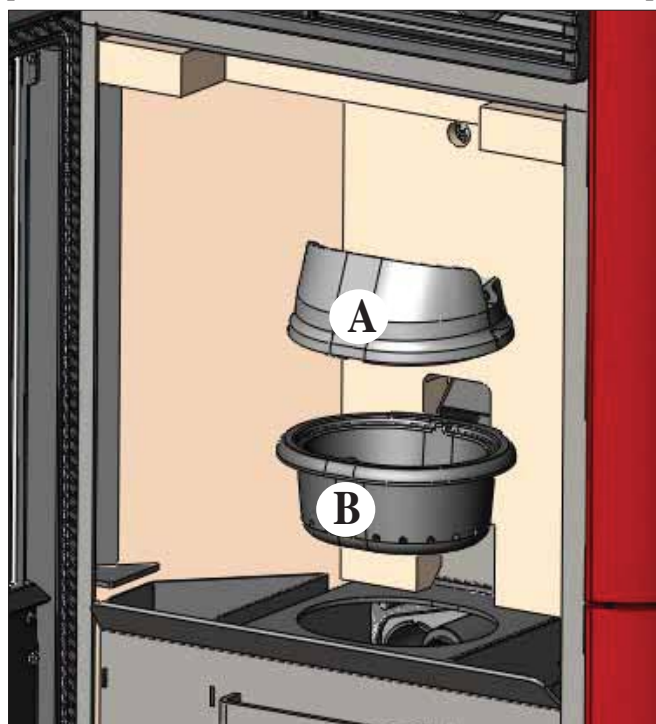

fig. 1
Après le nettoyage normal, il est **PRIMORDIAL** d'assembler correctement le creuset supérieur (A) (fig.1) avec le creuset inférieur (B) (fig. 1) afin de ne pas compromettre le fonctionnement du poêle.